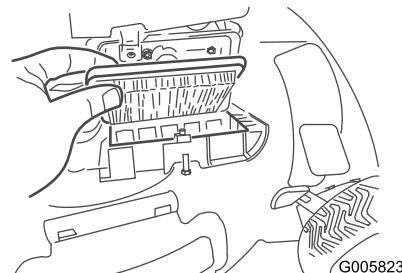

Рисунок 18
2. Замените воздушный фильтр (Рисунок 18).